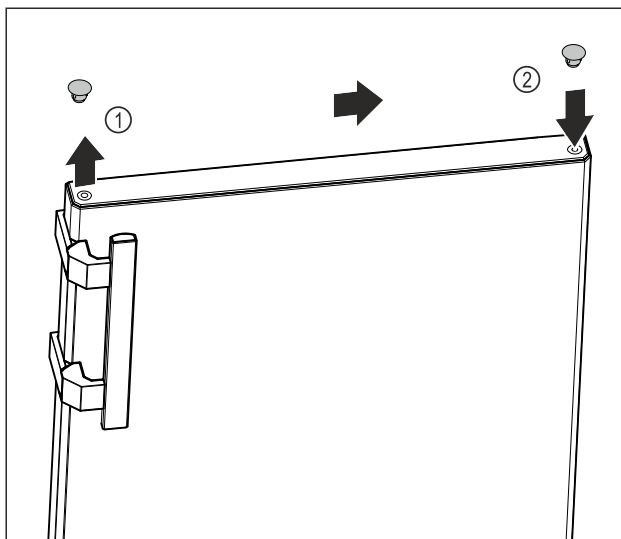

Fig. 13
- Nosta oven yläosan peitetulpat Fig. 13 (1) varovaisesti uraruuvimeisselillä.
- Aseta peitetulpat vastapäiselle puolelle. Fig. 13 (2)